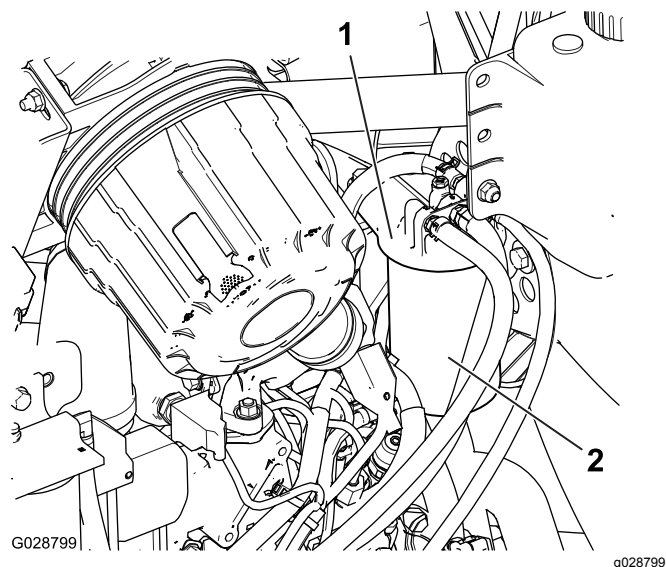

Figure 59
2. Déposez le filtre et nettoyez la surface de montage de la tête du filtre (Figure 59).
1. Nettoyez la surface autour de la tête du filtre à carburant (Figure 59).